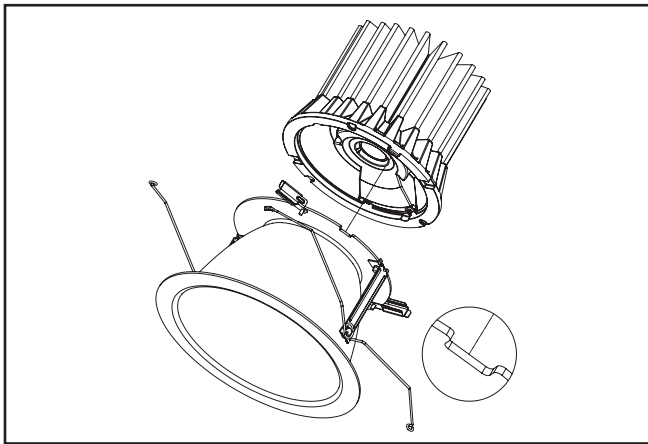

Figura 10.
3. Inserte el motor del LED en el conjunto del borde. Alinee el terminal en el motor del LED con la ranura en el conjunto del borde. (Figura 10).